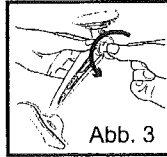
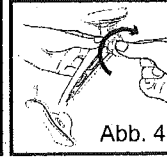

Abb. 3
Abb. 4
2. Drücken Sie den Saugteller (A) gegen die Windschutzscheibe und klappen Sie den Hebel (B) in Richtung des Saugtellers in die verriegelte Position.
3. Stellen Sie den Winkel des Schwenkarms durch Drehen des Drehknopfs (F) ein. Drehen Sie ihn gegen den Uhrzeigersinn zum Lösen (Abb.3) und im Uhrzeigersinn zum Festziehen (Abb. 4).